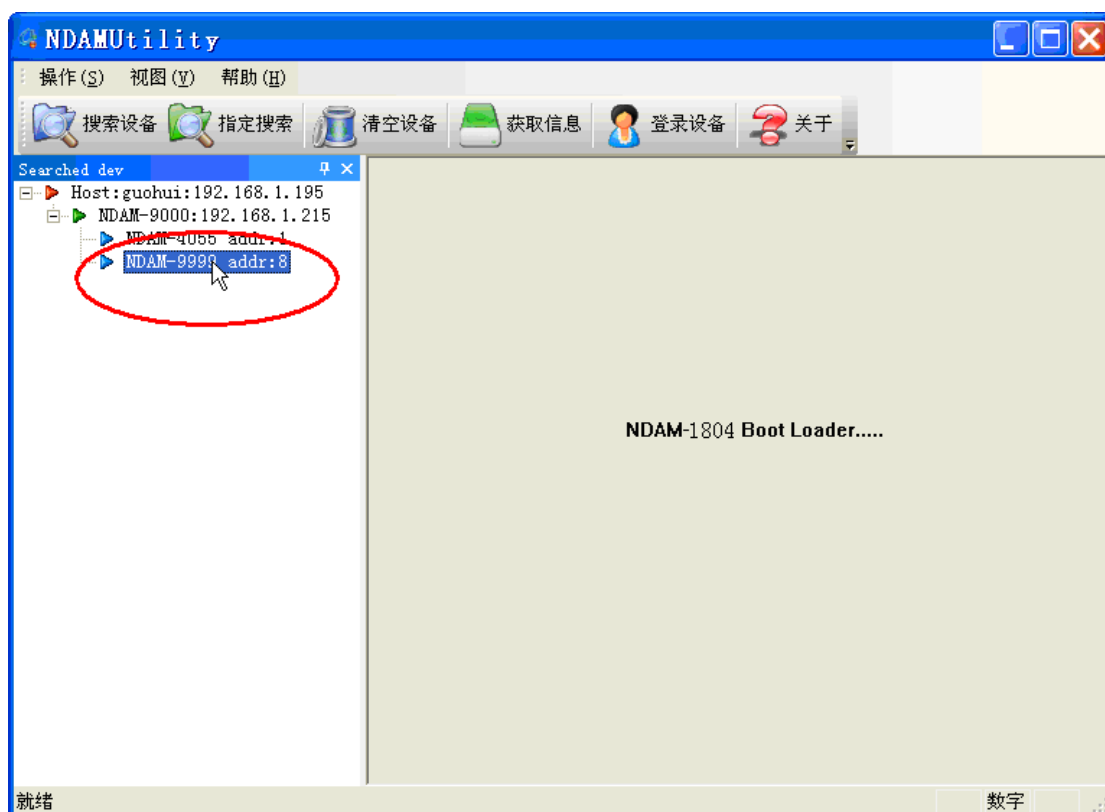

图 3.9 选中设备
- ③ 完成后点击“确定”，重新进行设备搜索即可进行正常工作。
- ① 将拨码开关第 1 位和第 3 位设置为 OFF、第 2 位和第 4 位设置为 ON，给模块重新上电；
- ② 搜索并登陆设备，选中“NDAM-9999 addr: 8”，如图 3.9 所示；